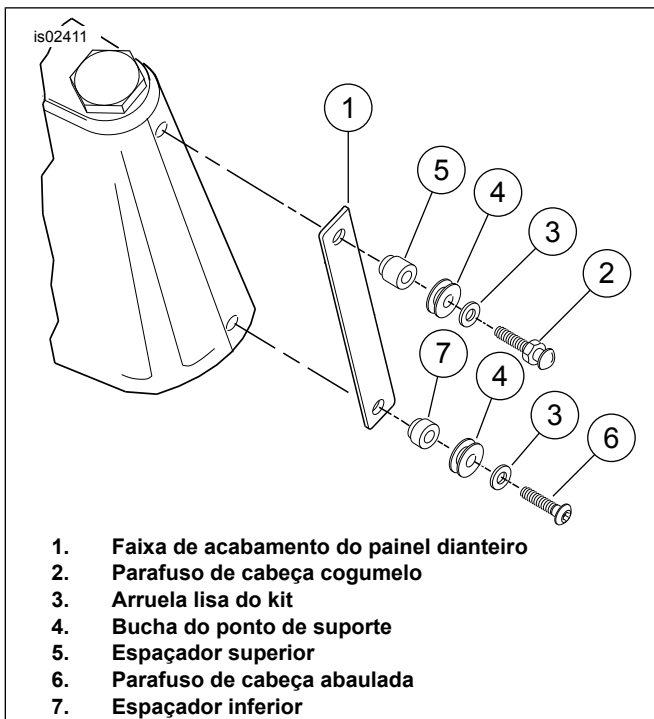

Figura 2. Instalação do suporte do para-brisa e da faixa de acabamento do painel dianteiro (modelos sem faróis de ultrapassagem)
2. Veja Figura 2. Pegue um parafuso cromado de cabeça cogumelo (2) do kit. Coloque uma arruela lisa (3) sobre as roscas do parafuso, seguida por uma bucha (4). Coloque um dos espaçadores superiores grossos (5) sobre as roscas com a extremidade rebaixada afastada da cabeça do parafuso.
3. Introduza a extremidade rosqueada do parafuso no furo superior da faixa de acabamento (1) do painel dianteiro e, em seguida, no furo superior dos painéis dianteiro e traseiro. Aperte os parafusos com os dedos.